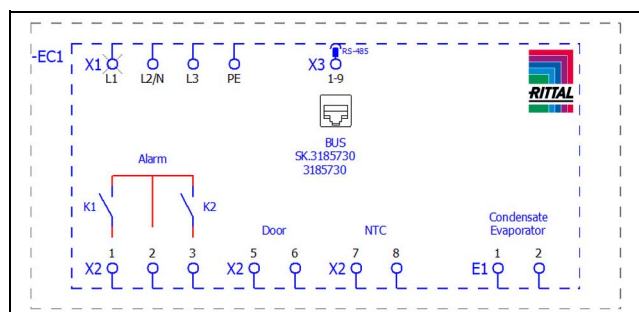

Fig. 11 : plan de connexion 3185730
- Sortir la fiche d'alimentation du sachet d'accessoires et établir l'alimentation du réseau conformément à l'identification correspondante des raccordements (fig. 11).